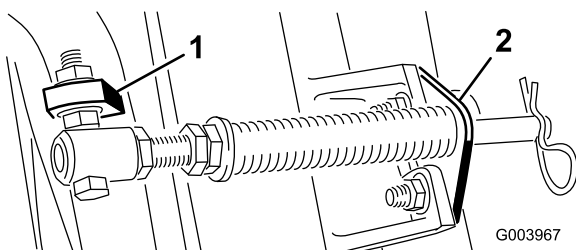

Figure 6
- C. Montez le boulon du tube de ressort sur la patte opposée du bâti porteur et fixez-le en position avec l'écrou à embase. La tête du boulon doit être à l'extérieur de la patte, comme illustré à la Figure 6.
D. Montez le support de tige sur les pattes du plateau de coupe à l'aide des boulons de carrosserie et des écrous (Figure 6).